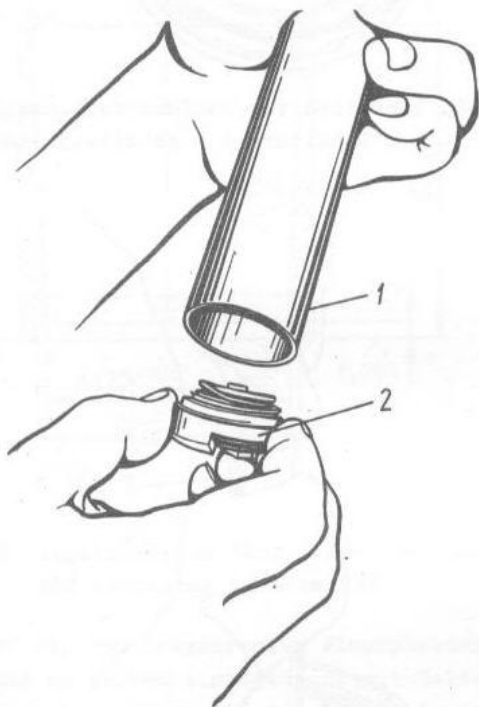

Bild 4-30. Einsatz des Hochdruckventils in Arbeitszylinder:
- das Hochdruckventilgehäuse 2 (Bild 4-30) wird im Satz in den Zylinder 1 mit leichtem Klopfen auf den Umfang des Gehäuses eingetrieben, nachdem